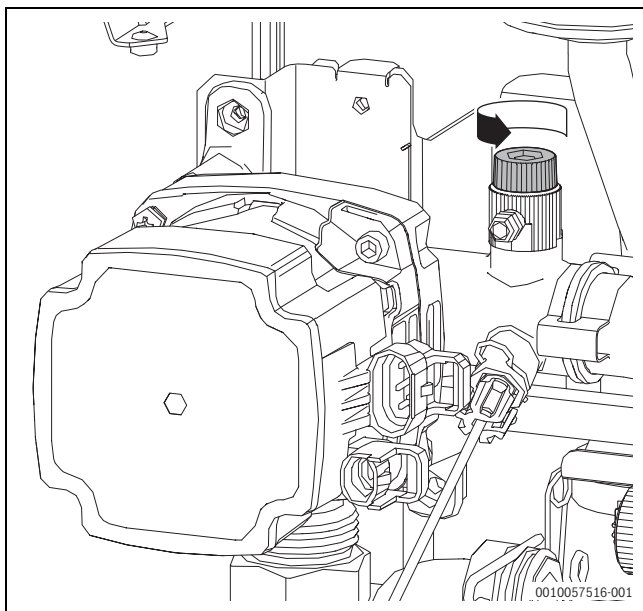

Bild 62 Manuelle Entlüftung der Hybridpumpe
- ▶ Anlage manuell über den Entlüfter an der Wärmeeinheit und der Hybridpumpe entlüften (→ Bild 62 "Manuelle Entlüftung der Hybridpumpe").